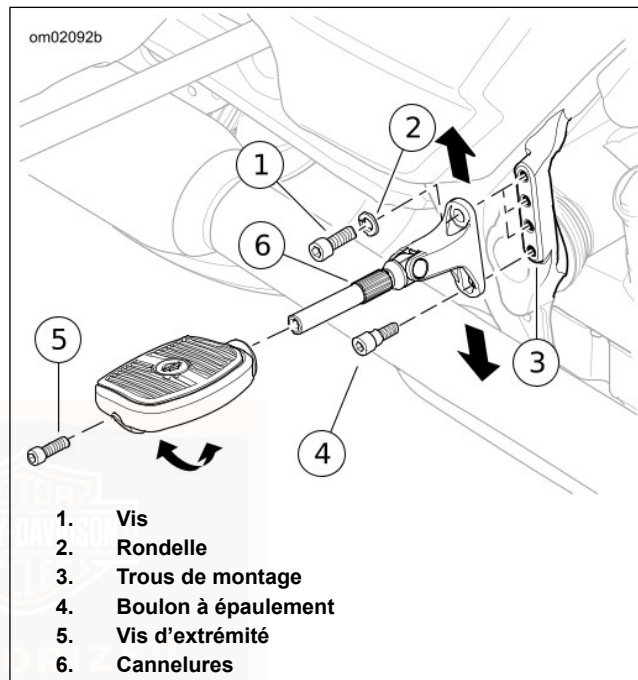

Figure 50. Marchepieds du passager : FLHTKL
Voir Figure 50. Si le support ne coulisse pas vers le haut ou vers la bas, desserrer le boulon à épaulement inférieur (4) sans le retirer.
1. Retirer la vis de support supérieur (1) et la rondelle (2).
1. Voir Figure 50. Déposer la vis de retenue (5).
3. Aligner les cannelures du marchepied sur les cannelures de fixation (6) selon l'angle préféré. Presser le marchepied contre les cannelures.